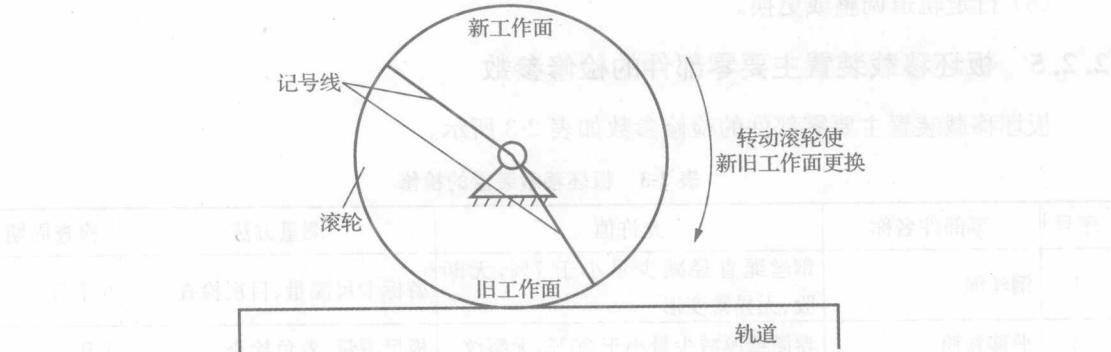

图 2-3 滚轮上做标记示意
(1) 提升机滚轮工作面更换应该逐列进行。
(2) 施工前必须做好以下准备工作:①先在滚轮上做好标记,以便确认滚轮转动的角度(如图 2-3)。②应确认设备处于非工作状态,特别是移钢小车上不得有钢坯。